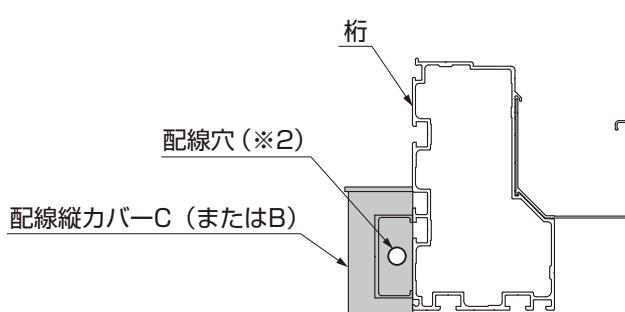

図4-6 配線縦カバーC（またはB）の穴加工
- 天井なしの場合に桁・前後梁から中間柱へ配線を通す場合は、配線縦カバーC（またはB）に配線カバーホルダ（桁・前後梁兼用）からの配線を通す穴（*2）を開けてください。(図4-6参照)